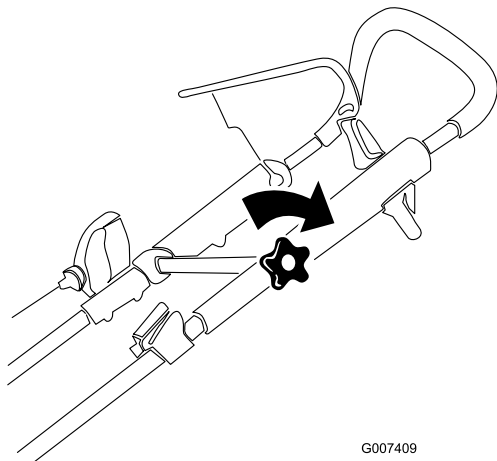

Figure 5
3. Placez la partie supérieure du guidon à la position voulue et serrez solidement le bouton du guidon (modèle 20999 uniquement) (Figure 5).